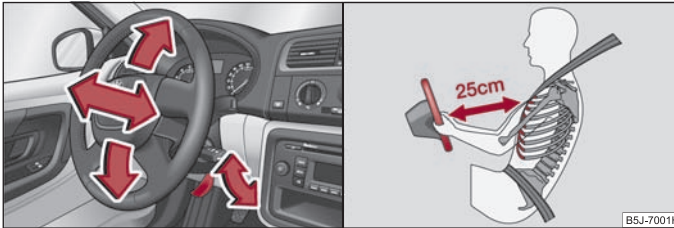

Abb. 92 Verstellbares Lenkrad: Hebel unter der Lenksäule / Sicherer Abstand vom Lenkrad
- Schwenken Sie den Hebel unter der Lenksäule ⇒ Abb. 92 nach unten ⇒ ⚠.
- Der Fahrer muss einen Abstand zum Lenkrad von mindestens 25 cm einhalten ⇒ Abb. 92. Wenn Sie den Mindestabstand nicht einhalten, kann Sie das Airbag-System nicht schützen - Lebensgefahr!